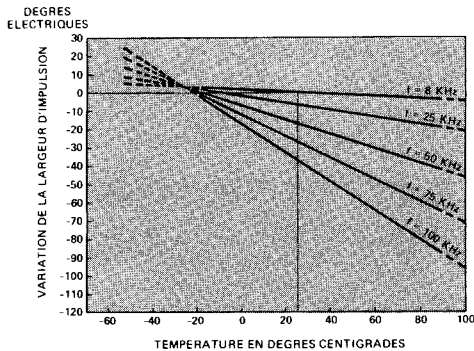

FIGURE 3 – Variation typique de la largeur d'impulsion d'indexage provoquée par la vitesse et la température
- Dans un lot correctement assemblé, 99% des unités travaillant à 25°C et 8 kHz, doivent avoir une largeur d'impulsion d'indexage supérieure à 260° électriques et inférieure à 460° électriques. Pour calculer les largeurs d'impulsions d'indexage aux autres vitesses et températures, ajouter les valeurs spécifiées aux figures 3 ou 4 à la largeur d'impulsion de 360° typique ou aux valeurs de 99% maximum décrites dans cette note.